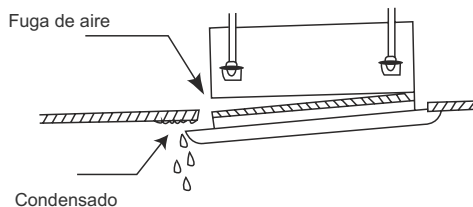

Fig.35
- (2) Un atornillamiento incorrecto puede causar los problemas que se muestran en la Fig.35